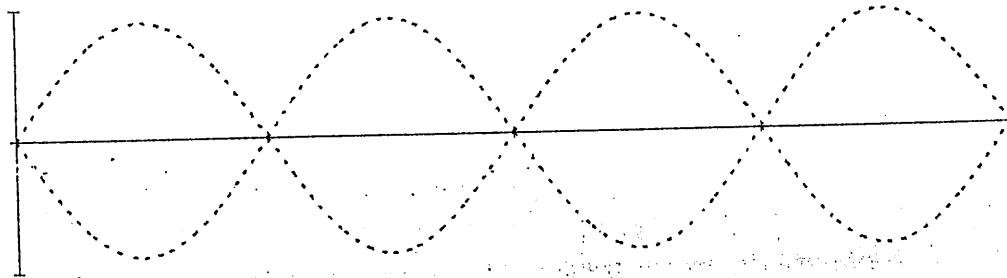

Figure 2
- k) Représenter, sur la figure 2 de l'annexe, l'allure de la tension $u_c(t)$ en précisant les unités et les échelles utilisées. / 1